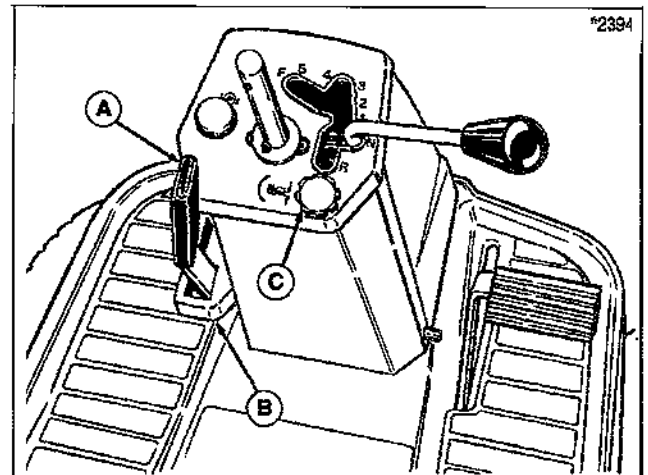

Figure 10
Le réglage de la hauteur de coupe se fait en tournant la molette de réglage (C figure 10). Tourner dans le sens des aiguilles d'une montre pour augmenter la hauteur de coupe et dans le sens contraire pour abaisser la hauteur de coupe. En tirant légèrement sur le levier de relevage du plateau de coupe, vous soulagez la pression au niveau du plateau de coupe et le réglage se fera plus facilement.
Tirer sur le levier de relevage du plateau de coupe (A) et placez-vous en position transport sur l'échelle (B sur figure 10) pour placer le plateau de coupe en position transport.